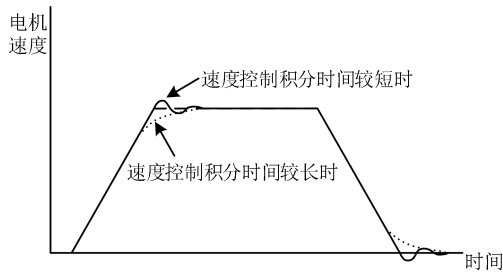

图 5-6 积分时间变更时的响应
- ◆ 积分时间 P6.02 的微调：积分时间长，则响应性将降低，相对外力的反作用力也将变弱。积分时间过短，则会发生振动。操作速度控制（ASR）的积分时间的响应示例如图 5-6。当负载惯性惯量较大，机械系统内含有振动因素时，如果不在某种程度上增大积分时间常数，机械会出现振动。